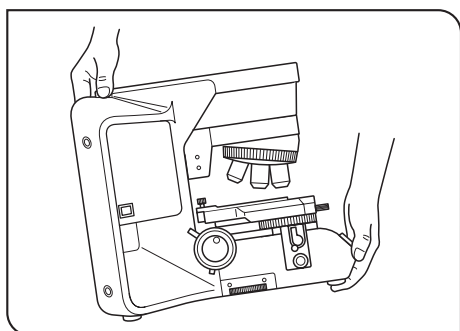

Рис. 2
(Рис. 2)
3. Перемещая микроскоп, снимите тубус и образец, и переносите микроскоп осторожно, держа за захватную часть в задней части консоли и за переднюю часть основания, как показано на рис. 2.